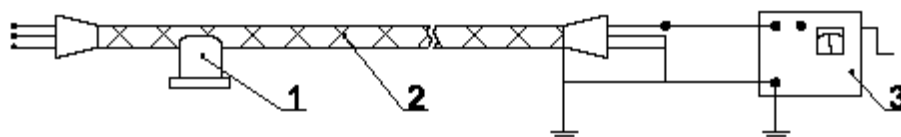

Рис. 4.3 Схема поиска места повреждения в кабельной линии : 1-искатель ИКП; 2-испытываемый кабель; 3-аппарат АШИК;
При наложении искателя на оболочку кабеля (рис. 4.3.) и подаче аппаратом АШИК импульсного напряжения, в катушках ТА1 и ТА2 (или только в одной из них с учетом шага свивки жил кабеля) индуктируется ЭДС, пропорциональная току заряда и разряда в кабеле.
7.2.1 В случае пробоя изоляции испытуемой кабельной линии место повреждения определяется в соответствии с рис. 4.3. в следующей последовательности: